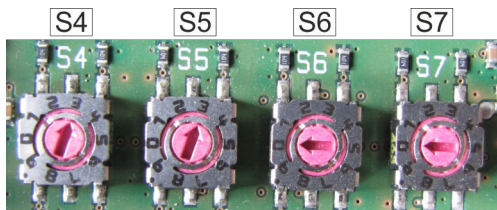

Fig. 33 : Configuration
4. Configurer le système avec des adresses (Fig. 33).